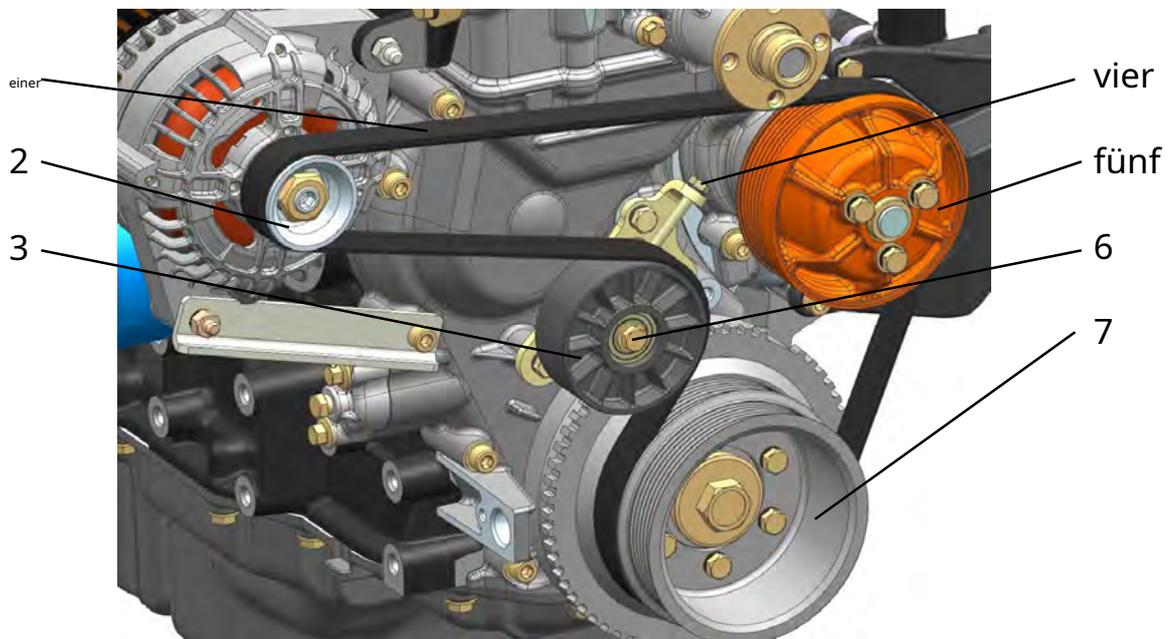

Abb. 210. Antriebsriemen für Wasserpumpe und Generator einbauen:
**neun.** Riemen 1 (Abb. 210) der Wasserpumpe und Generatorantrieb auflegen